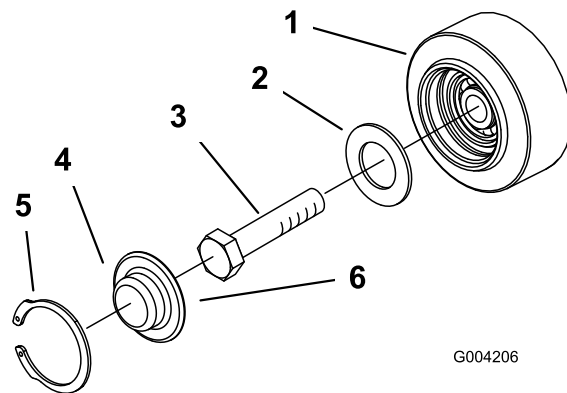

Figura 44
4. Controllare il grasso sotto il tappo e attorno alla guarnizione (Figura 44). Se risulta sporco, sabbioso o consumato, eliminarlo completamente, sostituire la guarnizione e applicare del grasso nuovo.
6. Collocare il tappo ingrassato della ruota non motrice sulla testa del bullone (Figura 44).
7. Fissare il tappo della ruota con l'anello elastico (Figura 44).
3. Rimuovere l'anello elastico e il tappo da una ruota non motrice (Figura 44).